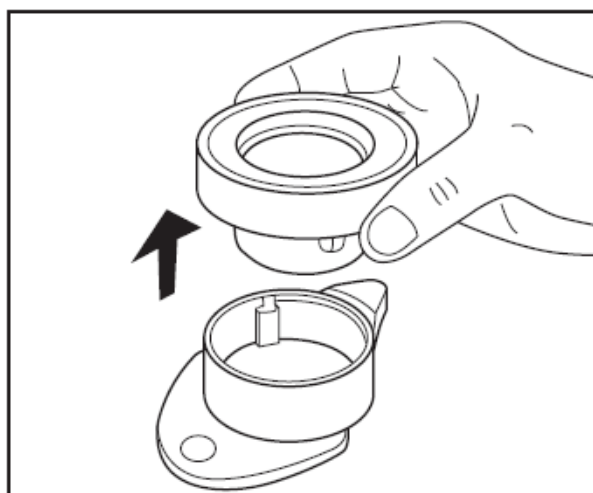

Fig. 21
- Ta bort överdelen av kapselhållaren genom att dra den uppåt (Fig.21).